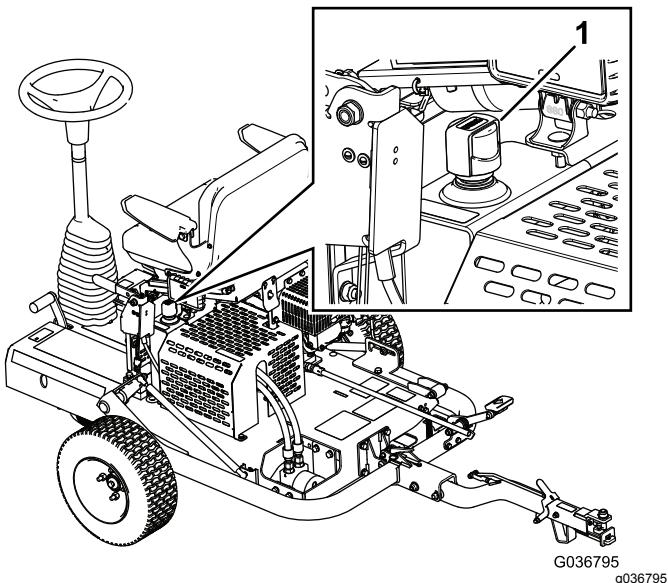

Figura 21
3. Rimuovete il tappo del serbatoio idraulico e controllate il livello del fluido sull'asta di livello (Figura 21).